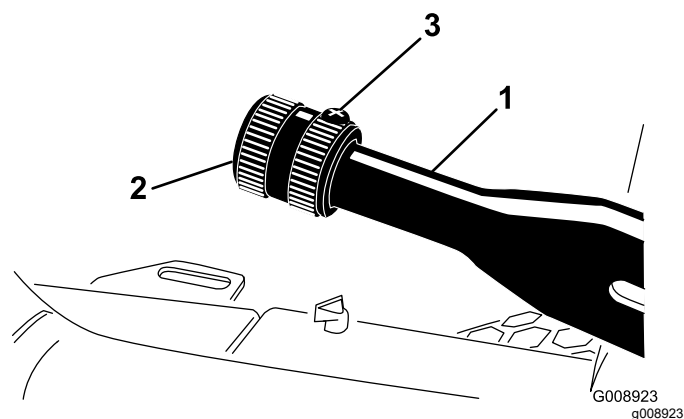

Рисунок 59
2. Ослабьте установочный винт, который крепит ручку к рычагу стояночного тормоза (Рисунок 59).